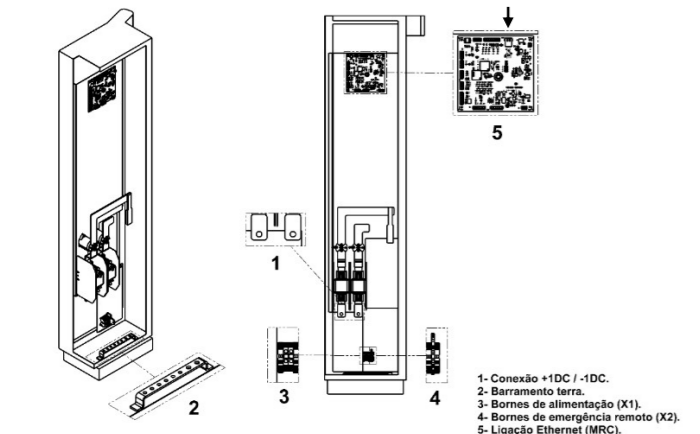

Figura 5.1 - Conexões dos cabos de alimentação CC, CA (X1) e aterramento (PE) vindos da Cabine de Potência
- Cada furo M12 permite a conexão de até dois (02) terminais, um pela frente e outro por trás do barramento.
A bitola do cabo de aterramento (PE) foi previamente definida durante a instalação da Cabine de Potência. O aterramento do Totem é realizado através da barra de aterramento localizada na parte inferior do Totem, conforme item 2 da Figura 5.1. Conecte primeiro o cabo de aterramento (PE) utilizando terminal olhal, pré-isolado ou de compressão. O torque recomendado de aperto dos parafusos M12 dos terminais olhal é de 84 Nm.
5.1.2 Cabos de Alimentação Corrente Contínua (CC)
Os cabos de alimentação de corrente contínua (CC), previamente definidos durante a instalação da Cabine de Potência, devem ser conectados aos barramentos +1DC/-1DC do Totem, utilizando terminal olhal, pré-isolado ou de compressão. Observe o item 1 da Figura 5.1. O torque recomendado de aperto dos parafusos M12 dos terminais olhal é de 84 Nm.